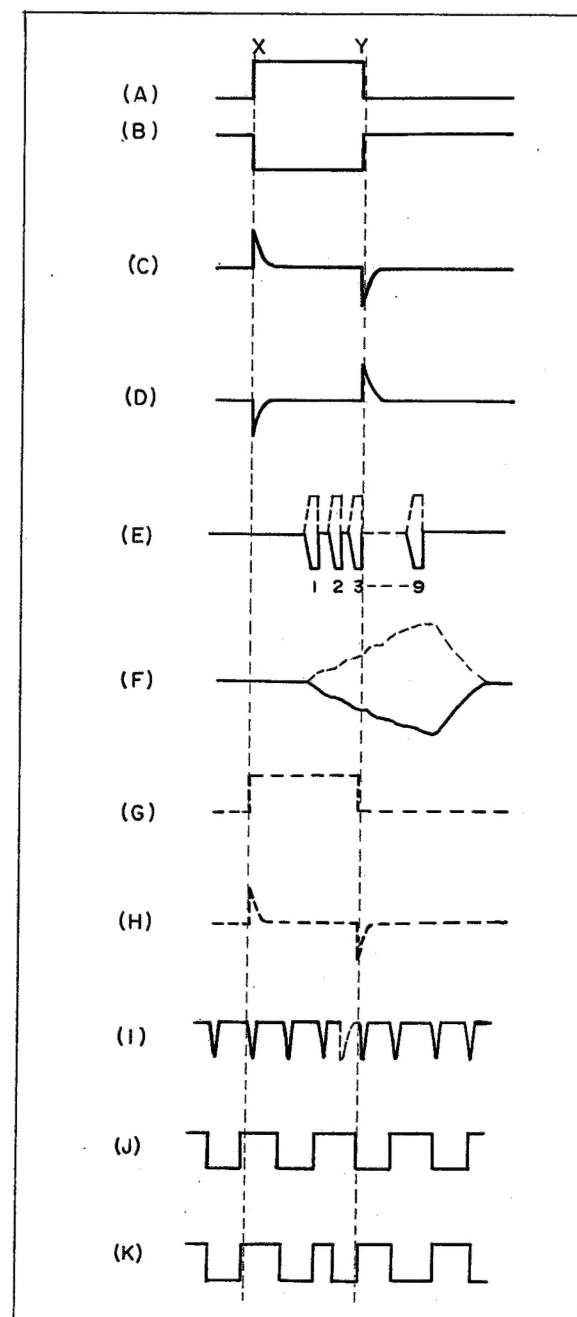
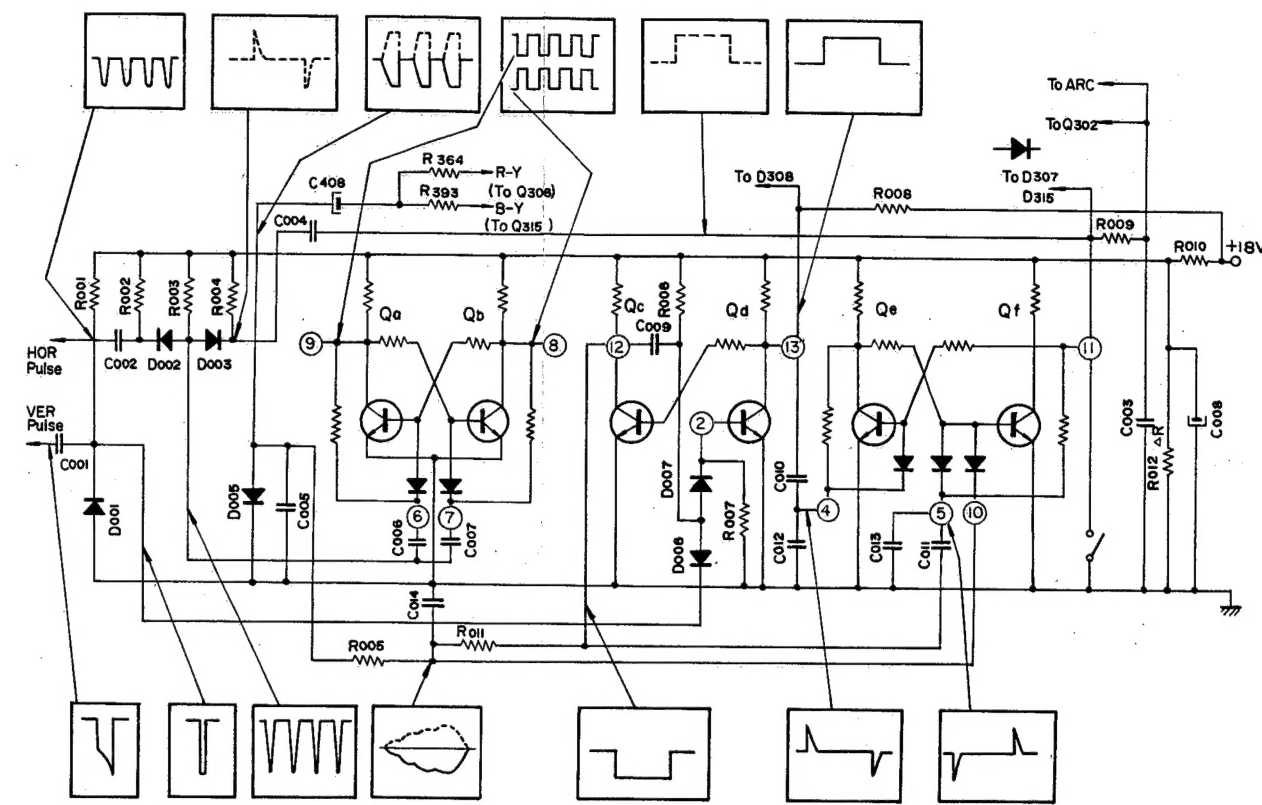

Fig. 1-3.
Fig. 1-4.
- une bascule commandant les diodes de blocage (killer) des circuits couleur (voir figure 1-4).
L'impulsion de balayage horizontal, issue de HOT, est mise en forme par la capacité C002, la résistance R002 et la diode D002, et est transmise aux bases des transistors Qa et Qb; aux collecteurs ⑧ et ⑨ des transistors Qa et Qb, on obtient alors les impulsions de commutation telles qu'elles figurent figure 1-3 (J), et qui sont destinées aux diodes de commutation D305, D306, D313 et D314. Les impulsions de commutation fournissent donc le signal couleur directe et le signal couleur retardé de 1-H aux discriminateurs R-Y et B-Y par ordre correct.
IC component employed for the colour-identification circuit is consisting of three circuits; flip-flop circuit for operating switching diodes, delay multivibrator circuit for vertical pulse shaper and flip-flop circuit for operating colour killer diodes. (Refer to Fig. 1-4.)
The horizontal pulse from HOT is waveshaped by C002, R002 and D002, and is supplied to the bases of Qa and Qb. At the collectors ⑧ and ⑨ of Qa and Qb, the switching pulses shown in Fig. 1-3 (J) appear, and are supplied to the switching diodes D305, D306, D313 and D314 respectively. Thus the switching pulses supply the direct colour signal and the 1-H delayed colour signal to each R-Y and B-Y discriminator in right order.
Le circuit du multivibrateur de retard est déclenché par le front de l'impulsion verticale, provenant du VOT, qui est mis en forme par la capacité C001 et la diode D001. On obtient aux points ⑫ et ⑬ l'impulsion retardée par la constante de temps engendrée par la capacité C009 et la résistance R006, dont la forme est représentée en figures 1-3(B) et 1-3(A). Ces impulsions sont transmises aux bases des transistors Qe et Qf comme impulsion de porte après différenciation; l'impulsion positive (voir figure 1-3(A)) est fournie au collecteur du transistor Q307 (ACC-2) par l'intermédiaire de la diode D308. Celle-ci commande l'ampli chrominance de manière qu'il ne coupe pas les signaux d'identification de couleur, lorsque le potentiomètre de réglage de couleur est actionné contre le sens des aiguilles d'une montre. La largeur de l'impulsion est déterminée de telle façon que le circuit de chrominance n'agit que durant les intervalles de suppression de balayage vertical, et la durée de la descente de l'impulsion doit être finie lorsque le signal d'identification de couleur est délivrée à la base.
Delay multivibrator circuit is triggered by the leading edge of the vertical pulse from VOT which is waveshaped by C001 and D001. At terminals ⑫ and ⑬, the pulse delayed by the time constant that is the product of C009 and R006 is obtained as shown in Figs. 1-3 (A) and 1-3 (B). These pulses are supplied to the bases of Qe and Qf as a gate pulse after differentiation, and positive pulse in Fig. 1-3 (A) is also supplied to the collector of Q307 (ACC-2) through D308. It operates the chroma amplifier not to cut off colour-identification signal, when the colour control is turned counterclockwise. The pulse width is determined so that the chroma circuit is operated during only the vertical blanking interval, and the decay time of the pulse should be finished while the colour-identification signal is supplied to the base.
When the negative pulse is supplied to the cathode of D006, D006 conducts and the base voltage of Qd is lowered. Qd is cut off and high collector voltage is obtained. Qc is turned ON, and C009 is charged through R006. Thus the base voltage of Qd rises slowly by the time constant of R006 and C009, and then Qd is turned ON. Thus the pulse, whose width is determined by the time constant of R009 and C009, is obtained at terminals ⑫ and ⑬ as illustrated in Fig. 1-4. These pulses are differentiated and supplied to the bases of Qe and Qf respectively to turn ON or OFF the killer diodes. Transistor Qe turns ON, only when the negative pulse is supplied to the base of Qf. Pulses at terminals ⑫ and ⑬ are the same in their rise times and have opposite polarities. Therefore, the negative differentiated pulses at terminals ④ and ⑤ have some time
Le circuit du multivibrateur de retard est déclenché par le front de l'impulsion verticale, provenant du VOT, qui est mis en forme par la capacité C001 et la diode D001. On obtient aux points (12) et (13) l'impulsion retardée par la constante de temps engendrée par la capacité C009 et la résistance R006, dont la forme est représentée en figures 1-3(B) et 1-3(A). Ces impulsions sont transmises aux bases des transistors Qe et Qf comme impulsion de porte après différenciation; l'impulsion positive (voir figure 1-3(A)) est fournie au collecteur du transistor Q307 (ACC-2) par l'intermédiaire de la diode D308. Celle-ci commande l'ampli chrominance de manière qu'il ne coupe pas les signaux d'identification de couleur, lorsque le potentiomètre de réglage de couleur est actionné contre le sens des aiguilles d'une montre. La largeur de l'impulsion est déterminée de telle façon que le circuit de chrominance n'agit que durant les intervalles de suppression de balayage vertical, et la durée de la descente de l'impulsion doit être finie lorsque le signal d'identification de couleur est délivrée à la base.
Delay multivibrator circuit is triggered by the leading edge of the vertical pulse from VOT which is waveshaped by C001 and D001. At terminals (12) and (13), the pulse delayed by the time constant that is the product of C009 and R006 is obtained as shown in Figs. 1-3 (A) and 1-3 (B). These pulses are supplied to the bases of Qe and Qf as a gate pulse after differentiation, and positive pulse in Fig. 1-3 (A) is also supplied to the collector of Q307 (ACC-2) through D308. It operates the chroma amplifier not to cut off colour-identification signal, when the colour control is turned counterclockwise. The pulse width is determined so that the chroma circuit is operated during only the vertical blanking interval, and the decay time of the pulse should be finished while the colour-identification signal is supplied to the base.
When the negative pulse is supplied to the cathode of D006, D006 conducts and the base voltage of Qd is lowered. Qd is cut off and high collector voltage is obtained. Qc is turned ON, and C009 is charged through R006. Thus the base voltage of Qd rises slowly by the time constant of R006 and C009, and then Qd is turned ON. Thus the pulse, whose width is determined by the time constant of R009 and C009, is obtained at terminals (12) and (13) as illustrated in Fig. 1-4. These pulses are differentiated and supplied to the bases of Qe and Qf respectively to turn ON or OFF the killer diodes. Transistor Qe turns ON, only when the negative pulse is supplied to the base of Qf. Pulses at terminals (12) and (13) are the same in their rise times and have opposite polarities. Therefore, the negative differentiated pulses at terminals (4) and (5) have some time
Lorsqu'une impulsion négative apparaît aux bornes de la diode D006, elle est en fonction, et la tension de la base du transistor Qd diminue. Qd est coupé et l'on obtient une tension du collecteur élevée. Qc est mis en conduction et la capacité C009 se charge à travers la résistance R006. La tension de la base du transistor Qd augmente lentement en fonction de la constante de temps déterminée par la résistance R006 et la capacité C009 et Qd devient conducteur. L'impulsion (dont la largeur est déterminée par la constante de temps fournie par la résistance R009 et la capacité C009) est obtenue aux points (12) et (13) ainsi que le montre la figure 1-4. Ces impulsions sont différenciées et transmises aux bases des transistors Qe et Qf pour allumer ou couper les diodes de blocage. Le transistor Qe ne devient conducteur uniquement que lorsqu'on applique une impulsion négative à la base du transistor Qf. Les impulsions délivrées aux points (13) et (12) ont les mêmes temps de montée et sont de phase inversée (polarité inversée). Donc, les impulsions négatives différenciées fournies aux points (4) et (5) peuvent présenter parfois quelques différences en temps. Les impulsions différentielles négatives produites au point X (figure 1-3) sont d'abord délivrées au point (5) et le transistor Qf est coupé. La tension au point (11) augmente. Etant donné que le point (11) est relié aux circuits de blocage de couleurs et à la base du transistor Q302, les diodes de blocage de couleurs (diodes killer) sont coupées et le signal de chrominance est délivré à l'amplificateur de chrominance. Ceci est réalisé durant l'intervalle de suppression du faisceau de balayage vertical, l'image de chrominance n'apparaît pas sur l'écran. En suite l'impulsion négative produite au point Y est délivrée au point (4), le transistor Qe est coupé et le transistor Qf est allumé. La tension en (11) décroît jusqu'à près de 0 volt et les diodes de blocage de couleurs sont en fonction. Ainsi seule une image en luminosité apparaît sur l'écran durant une émission en noir et blanc.
différences. The negative differentiated pulse produced at point X in Fig. 1-3 is first supplied to terminal (5), and Qf is cut off. The voltage at terminal (11) is increased. As the terminal (11) is connected to the colour killer circuit and also the base of Q302, the colour killer diodes are cut off and chrominance signal is supplied to the chroma amp. But this is done in the vertical blanking interval, colour picture does not appear on the screen. Next the negative pulse produced at point Y is supplied to terminal (4), and Qe is cut off and Qf is turned ON. Accordingly the voltage at terminal (11) is decreased to almost 0V, and colour killer diodes conduct. Thus only luminance image appears on the screen in black-and-white broadcasting.
Identification signals shown in Fig. 1-3 (E) are matrixed by R364 and R393, and is integrated by C005, R005 and C014. See Fig. 1-3 (F). It is supplied to terminal (10).
When R-Y and B-Y signals are supplied to each correct discriminator by Qa and Qb, each colour-identification signal is fed into a matrix with correct phase. At the same time the colour-identification signal with solid line as shown in Fig. 1-4 (correct polarity) is fed to terminal (10), the negative pulse produced at point Y is supplied to the base of Qe. Usually Qf turns ON as the collector voltage is decreased, but in this case the base voltage of Qf is forced to be decreased by the G-Y colour-identification signal and Qf is still remained in the cut-off condition. The collector voltage at Qf is not decreased and the colour killer diode does not conduct. Thus normal colour picture can be obtained on the screen.
When the switching diodes are operated by the colour-identification signal with incorrect polarity (positive) as shown by a dotted line in Fig. 1-3 (F), the diode connected to terminal (10) is cut off. When the pulse produced at point Y is supplied to terminal (4), Qf turns ON and the collector voltage of Qf is decreased to almost 0V. The colour killer diodes conduct and luminance image appears on only one field after pulse produced at point Y.
Les signaux d'identification, tels qu'ils se trouvent en figure 1-3(E), sont matricés par les résistances R364 et R393 et intégrés par le système constitué des capacités C005, C014 et de la résistance R005 (voir figure 1-3(F)). Ces signaux sont délivrés au point ⑩. Lorsque les signaux R-Y et B-Y sont fournis à chaque discriminateur correspondant par les transistors Qa et Qb, chaque signal d'identification de couleur est alimenté à une matrice en phase adéquate. En même temps, le signal d'identification de couleur (voir figure 1-4 en trait plein) (polarité correcte) est délivré au point ⑩ et l'impulsion négative déviée au point Y est fournie à la base du transistor Qe. En général Qf devient conducteur lorsque la tension du collecteur décroît, mais dans notre cas, la tension de la base du transistor Qf doit décroître à cause du signal d'identification de couleur G-Y et le transistor Qf est toujours maintenu dans l'état de blocage. La tension du collecteur du transistor Qf n'est pas diminuée et les diodes de blocage de couleurs (killer) ne fonctionnent pas. On obtient ainsi une image couleur normale sur l'écran.
Lorsque les diodes de commutation sont mises en fonctionnement par les signaux d'identification de couleur en raison d'une polarité non conforme (positive) (voir figure 1-3(F) en ligne pointillée), la diode reliée au point ⑩ est coupée.
Lorsque les impulsions produites au point Y sont délivrées au point ④, le transistor Qf devient conducteur et la tension de son collecteur décroît jusqu'à près de 0 volt. Les diodes de blocage (killer) de couleurs sont redevues conductrices et un seul champ de luminosité apparaît après l'impulsion produite au point Y. En ce cas, l'impulsion du point ⑪ (voir figure 1-3(G)) est différenciée par la capacité C004 et la résistance R004 (voir figure 1-3(H)) et est ajoutée à l'impulsion de déclenchement horizontal par l'intermédiaire de la diode D003. L'impulsion de commutation est soumise à l'inversion de sa phase due à cette impulsion ajoutée de déclenchement (figure 1-3(I)). Les diodes de blocage de couleurs (killer) sont coupées lorsque le signal d'identification de couleur suivant est délivré au point ⑩ et une image couleur peut être obtenue sur l'écran.
In this case the pulse at terminal ⑪ as shown in Fig. 1-3 (G) is differentiated by C004 and R004 as shown in Fig. 1-3 (H), and is added to the horizontal triggering pulse through D003. Thus, the switching pulse is reversed its polarity by this added triggering pulse in Fig. 1-3 (I). Thus the colour killer diodes are turned OFF when next identification signal is supplied to terminal ⑩ and colour picture can be obtained on the screen.